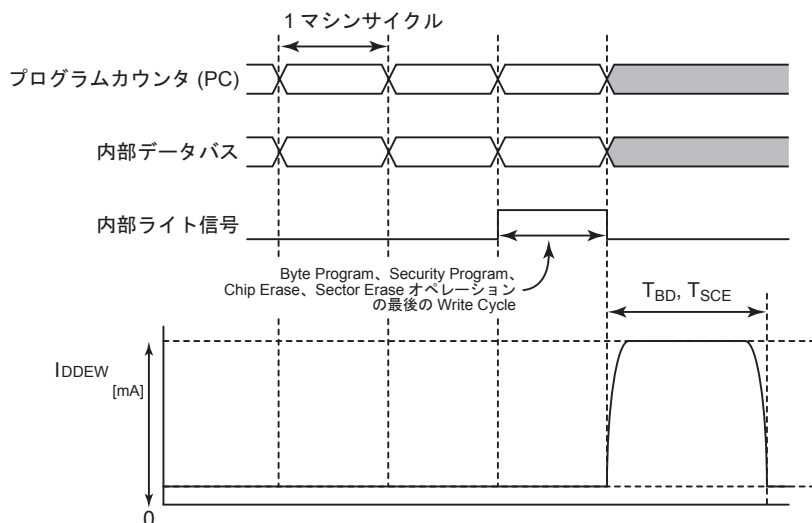

図 24-5 フラッシュメモリの消去、書き込み時の電流
- 注 8) フラッシュメモリに対して、書き込み、消去、あるいはセキュリティプログラムを行うと、瞬間的に図 24-5 のようなピーク電流が流れます。